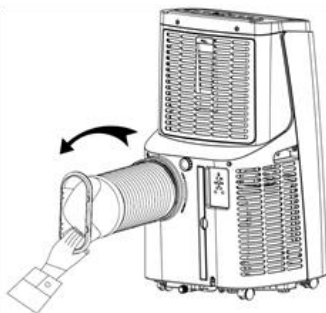

Figura 1
2) introduceți ansamblul țevii de eșapament (capătul racordului de eșapament) în fanta de aerisire de pe panoul posterior (împingeți înspre stânga) și terminați asamblarea (conform celor din figura 1).